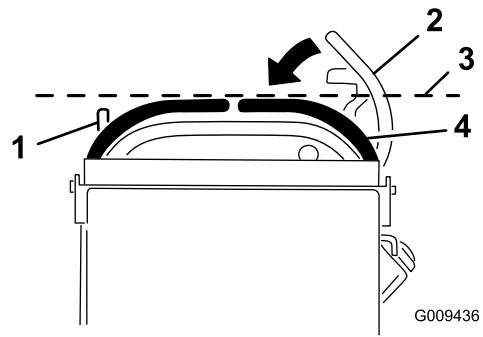

Figura 16
3. Empurre para baixo a alavanca direita de controlo do movimento para fora da posição de bloqueada em ponto-morto (Figura 16).
4. Verifique se alinha horizontalmente com a alavanca esquerda de controlo de movimento (Figura 16).